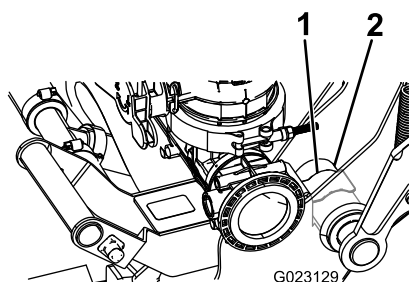

Рисунок 13
- D. Нажмите, чтобы пружинный хомут защелкнулся на шарнирной трубе, как показано на Рисунок 13.